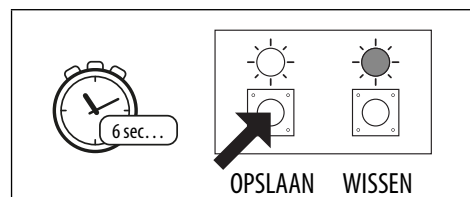

Fig. 16
1. Druk als eerste op de opslagknop en houd hem ongeveer 6 seconden ingedrukt tot de groene LED 'opslaan' **UIT** en de rode LED 'wissen' **AAN** zijn, zie **Fig.16**.